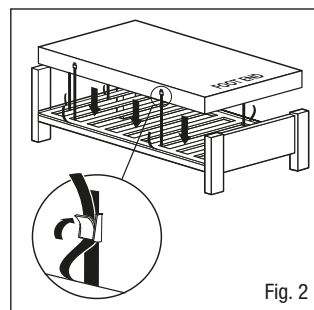

Fig. 2
3. Fastgør madrassen til sengebunden ved hjælp af de justerbare stropper - før stropperne gennem sengestellets madrasplatform og fastgør spænderne (Fig. 2), så de ikke hindrer de bevægelige komponenter på elektriske senge. Dette er vigtigt, da det forhindrer, at madrassen løsnes fra sengestellet og forårsager eventuelle personskader. Et sæt stroppforlængere kan leveres til brug ved boksmadrasser (delnummer 11062).